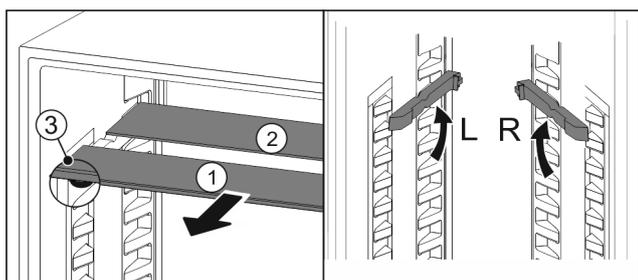

Fig. 25
- ▶ estrarre i ripiani di vetro singolarmente tirando in avanti Fig. 25 (1).
- ▷ Il piano in vetro Fig. 25 (1) con il motivo ornamentale è nella parte anteriore.
- ▷ I fermi Fig. 25 (3) sono rivolti verso il basso. Apparecchi dotati di vano congelatore.\*